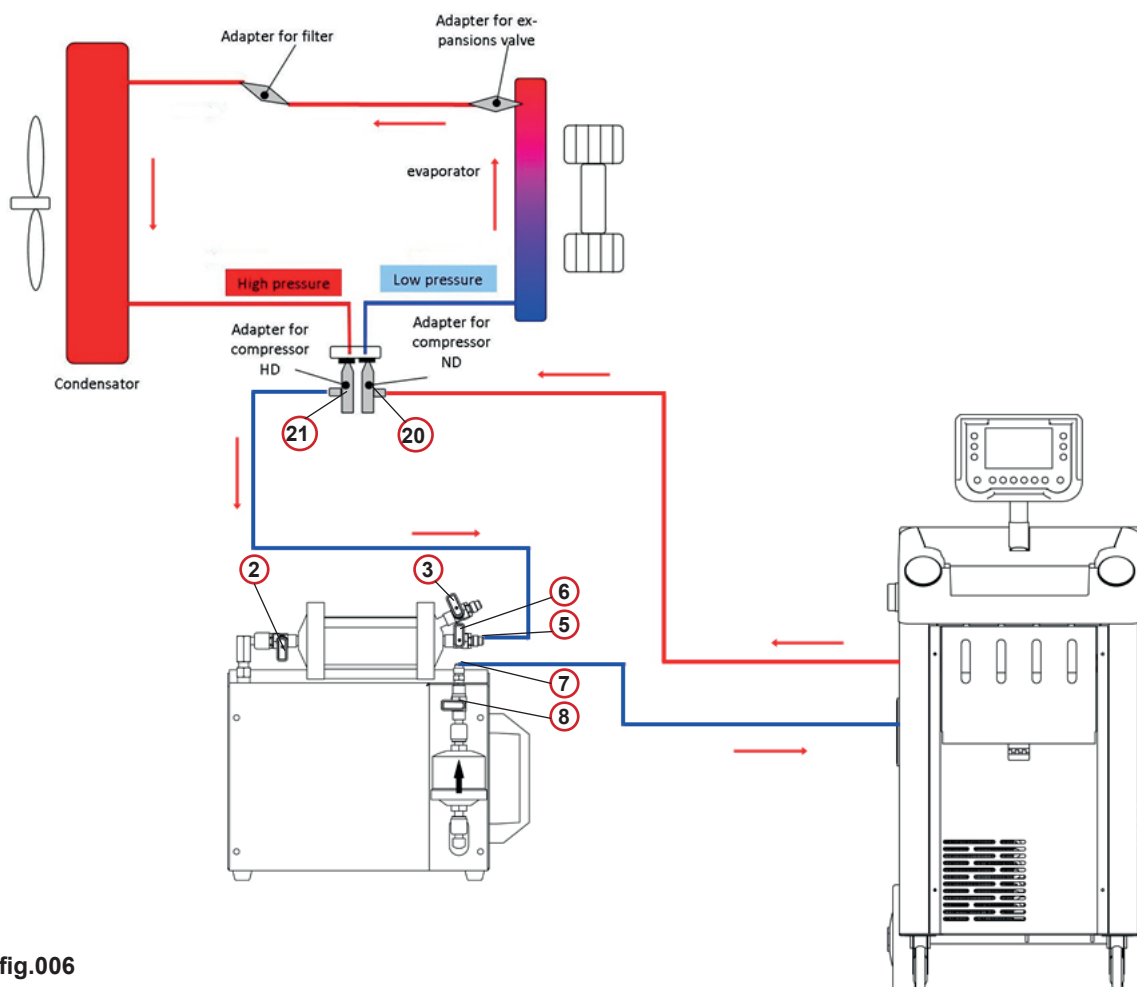

fig.006
1. Koble **rød service slange (høy trykk)** fra AC-servicemaskinen til den produsentspesifikke adapteren til **blå lav-trykk side** på AC anleggets kompressor **20** *fig.006*.
2. Koble **blå service slange (lav trykk)** fra AC-servicemaskinen til filter porten **7** *fig.006* på spylesettet
5. Åpen kran **2**, **6** og **8** og påse at kran **3** *fig.006* er stengt.